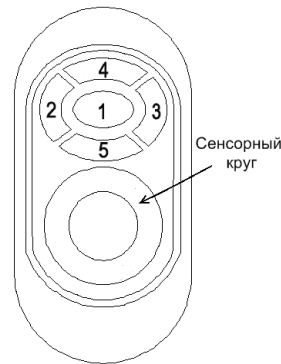

Рис.2
- Управление режимами работы диммера производится с пульта дистанционного управления (рис. 2).